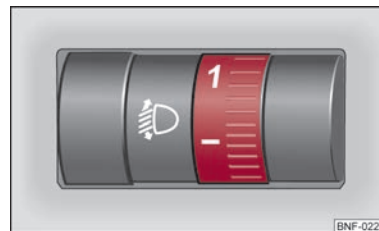

Bild 22 Instrumentbräda: Räckviddsreglering
- Vid vredet ⇒ bild 22, tills halvljuset är så inställt att andra trafikanter inte blir bländade.